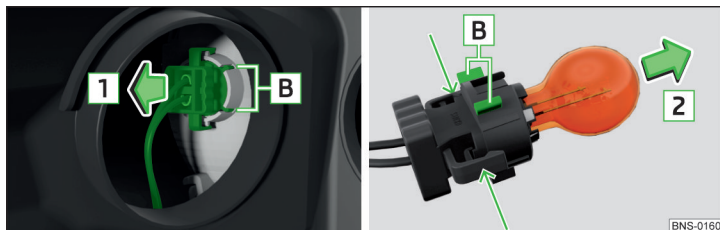

Fig. 370 Înlocuirea becului luminii de semnalizare față
- › Scoateți dulia împreună cu becul, prin mișcări pendulatorii, în sensul săgeții **1** » fig. 370.